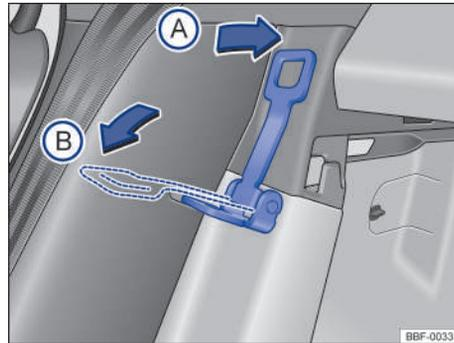

Fig. 65 Atrás del asiento trasero: palanca para regular la inclinación del respaldo
- **Posición (A)**: colocar la palanca → fig. 65 en el sentido de la flecha (A), para volver el respaldo del asiento a su posición original.
- **Posición (B)**: poner la palanca → fig. 65 en la dirección de la flecha (B), para ampliar el maletero.
Volkswagen recomienda no montar el asiento para niños en el asiento trasero en la posición (B) → fig. 65.